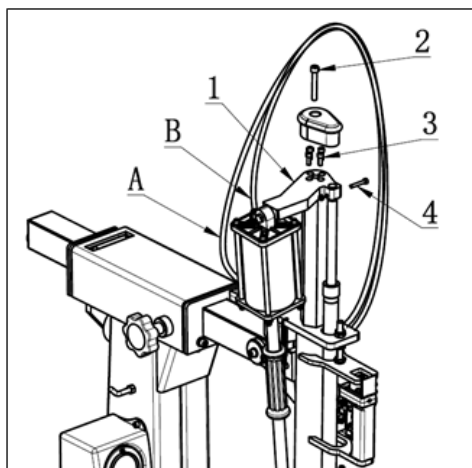

FIG17
- Първо издърпайте маркучите в двата края на повдигачия цилиндър на куката (FIG17-A, FIG17-B); отстранете съответно винтовете FIG17-2, 17-3 и 17-4, като използвате гаечен ключ 6#, 5#, 4#. Завъртете леко свързващата платка (ФИГ.17-1) настрани и монтирайте защитния капак (ФИГ.18-1) от горния край на шестостенния прът. Когато монтирате капака, трябва да пресечете двата маркуча (FIG18-A) от централния отвор на капака като IFG18. След това поставете отделно винтовете, които са премахнати на ФИГ.17.